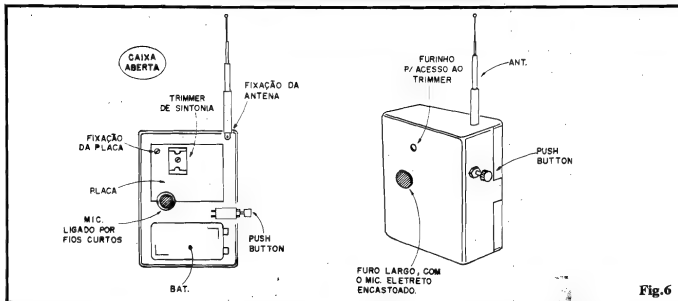

Fig. 6
Ligar um (bom...) receptor de FM, sintonizando-o num "ponto morto" (livre de estação) mais ou menos no centro da faixa, entre 90 e 100 MHz... Segurando o STFM (já "encaixado", conforme fig. 6) próximo ao dito receptor (não precisa ficar encostado...) pressionar o **push-button** e, simultaneamente,
- FIG. 6 - SUGESTÃO PARA O "ENCAIXAMENTO" FINAL - A disposição mais lógica (embora a instalação final seja um pouco "flexível" quanto ao seu *lay out*...) do conjunto numa caixa, facilitando a utilização portátil, está na figura, que mostra à esquerda o **container** aberto (como se o conjunto fosse observado sem a tampa principal). Observar as posições sugeridas para a fixação da plaquinha do Impresso (parafuso/porca "grudam" a dita cuja na posição...), acomodação da bateria (um pedaço de fita adesiva **double-face** é "uma boa", para
Com uma chave de fenda de ponta fina (de preferência uma chave totalmente plástica, apropriada para ajustes e calibrações de RF), girar lentamente o parafuso central do **trimmer** (através do previsto furinho - ver fig. 6, direita...) até que as batidinhas ao microfone "apareçam" (sejam ouvidas...) no receptor... Se a proximidade entre o STFM e o receptor for muita, o ponto exato de sintonia será claramente indicado também por uma fonte apito (microfonia ou realimentação acústica...). Fixar o ajuste do **trimmer** nesse ponto...